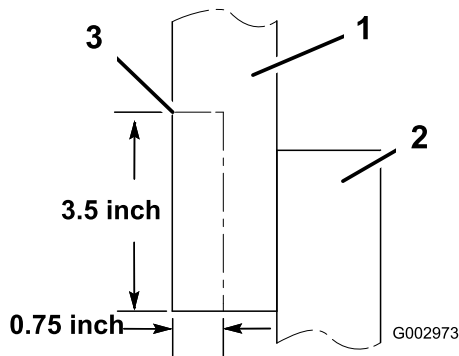

Bild 18
8. Wenn die Maschine ein älteres Modell ist, müssen Sie die Befestigung einschneiden, um Raum für den Schlauch zu machen (Bild 18).